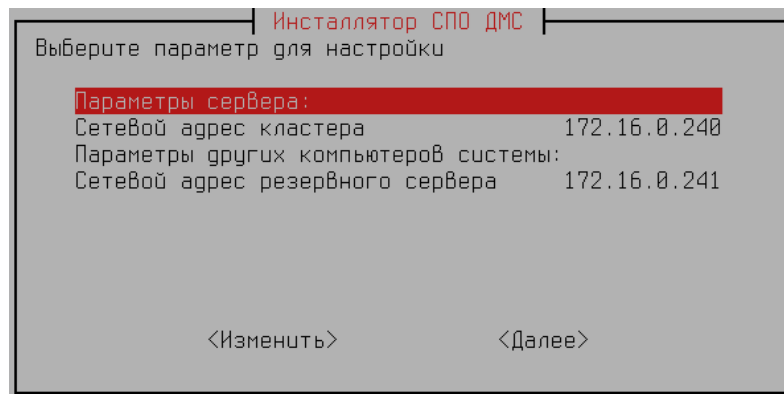
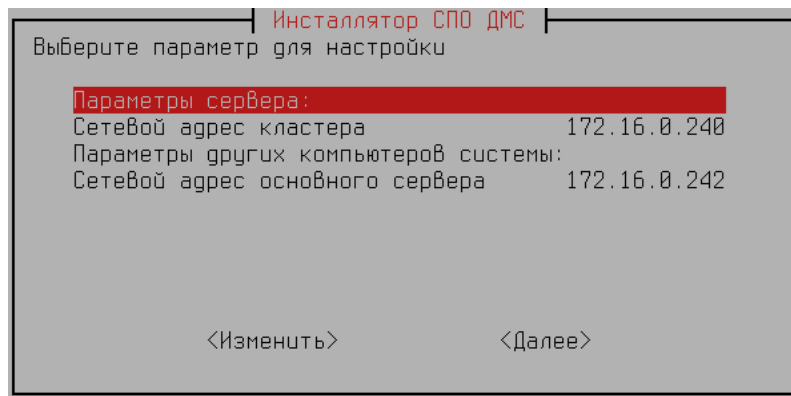

Рисунок 19— Настройка основного сервера баз данных в режиме резервирования
Рисунок 20 — Настройка резервного сервера баз данных
1) Дополнительные параметры для серверов баз данных требуются при использовании резервирования. В этом случае для основного сервера необходимо указать IP-адрес резервного сервера, а для резервного IP-адрес основного сервера. Для обоих серверов необходимо задать IP-адрес кластера (Рисунок 19, Рисунок 20):
3) Далее запускается окно установки/удаления. Необходимо выбрать действие «Удаление» (Рисунок 20).